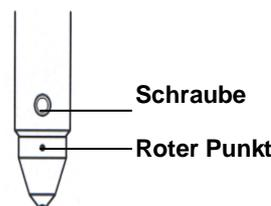

Abbildung 6-14 Einbau eines Eindringstempel
1. Führen Sie vorsichtig den Schaft des Eindringstempel in das Montageloch so, dass der rote Punkt zu Ihnen zeigt. Siehe Abbildung 6-14.